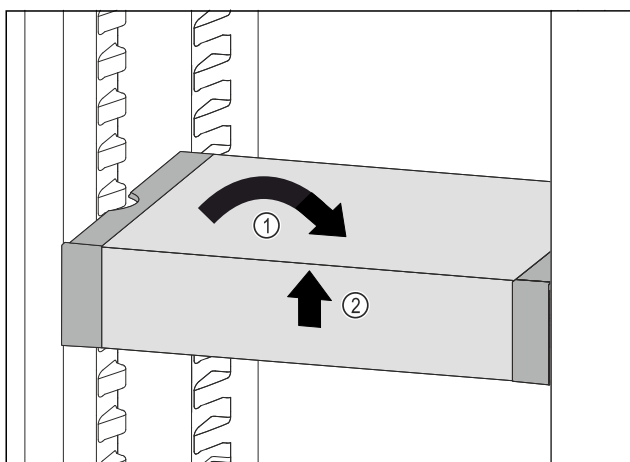

Fig. 108
- ▶ Установите VarioSafe прямо. Fig. 108 (1)
- ▶ Приподнимите VarioSafe спереди. Fig. 108 (2)